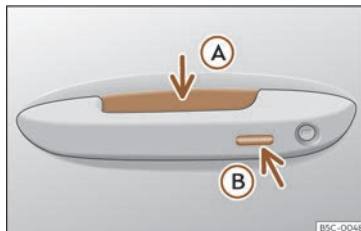

Fig. 82 Maneta de la porta: superfícies sensors
»» **fig. 82**
- Agafeu la maneta d'una de les portes davanteres. Quan ho feu, tocareu la superfície sensora»» fig. 82 (A) (fletxa) de la maneta i es desbloquejarà el vehicle.
- Toqueu *un cop* la superfície sensora de bloqueig»» fig. 82 (B) (fletxa) de la maneta d'una de les portes davanteres. La porta de la maneta que s'acciona ha d'estar tancada.
- Toqueu *un cop* la superfície sensora»» fig. 82 (B) (fletxa) de la maneta d'una de les portes davanteres. El vehicle es bloqueja amb el sistema de seguretat "Safe"»» pàg. 109. La porta de la maneta que s'acciona ha d'estar tancada.
- Toqueu *dues vegades* la superfície sensora»» fig. 82 (B) (fletxa) de la maneta d'una de les portes davanteres per bloquejar el vehicle sense activar el sistema de seguretat "Safe"»» pàg. 109.
- Premeu el botó de tancament  del comandament a distància i toqueu una vegada, dins dels 5 segons següents, la superfície sensora de bloqueig de la maneta de la porta del conductor»» fig. 82 . No agafeu la maneta de la porta perquè, si ho feu, el vehicle no es bloquejarà. També és possible dur a terme la desactivació si es bloqueja el vehi-
Per **tancar amb la funció de confort** totes les finestretes elèctriques, mantingueu un dit durant uns segons sobre la superfície sensora de bloqueig»» fig. 82  (fletxa) de la maneta de la porta fins que s'hagin tancat les finestretes i el sostre.
Les superfícies sensors de les manetes de les portes podrien activar-se en rebre un raig d'aigua o de vapor a gran pressió en el cas que hi hagués alguna clau del vehicle vàlida a la zona pròxima. Si almenys una de les finestres amb alçavides elèctric està oberta i s'activa la superfície sensora >>> fig. 82  (fletxa) d'una de les manetes de manera permanent, es tancaran totes les finestres.
- **O BÉ:** toqueu *dues vegades* la superfície sensora situada a la part exterior de la maneta de la porta»» **fig. 82** .